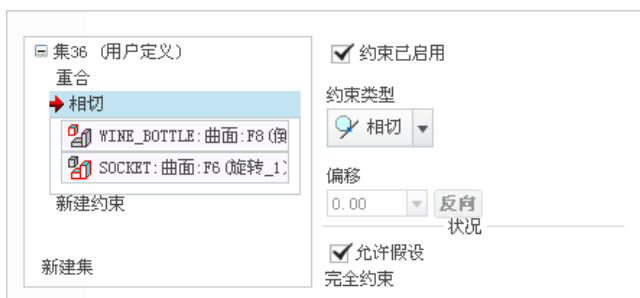

图 9.5.67 “相切”约束参考
- （3）定义曲面“相切”约束。曲面相切约束的参考如图 9.5.67 所示。